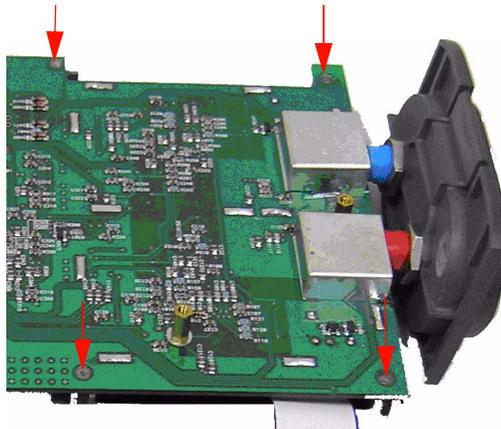

**Figura 8-13** Extraiga los seis tornillos y el cable de cinta de la placa PCBA
- 2 En la Figura 8-10 se aprecia de frente la placa PCBA. Voltéela para que la pantalla LCD quede boca abajo y retire los tornillos señalados en la Figura 8-13.
- 4 Desconecte los conectores de clavijas de ambos costados de la placa PCBA señalados en la Figura 8-13.